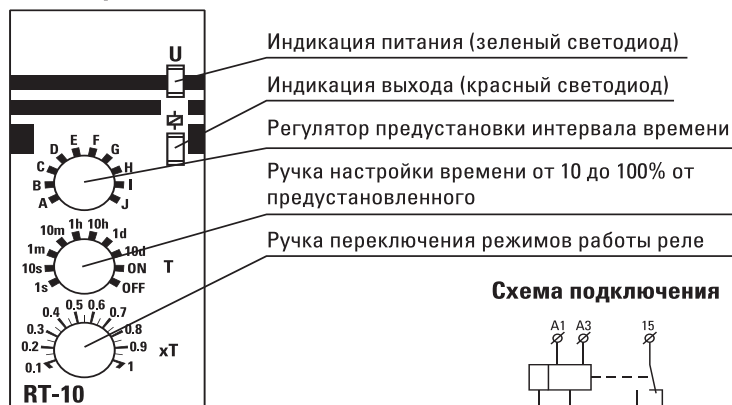

Рис.6 Панель управления реле
6.5.3.2. Установите необходимый режим работы реле (Рис.6). Необходимый режим работы реле задержки отключения циркуляционного насоса представлен в таблице 4.